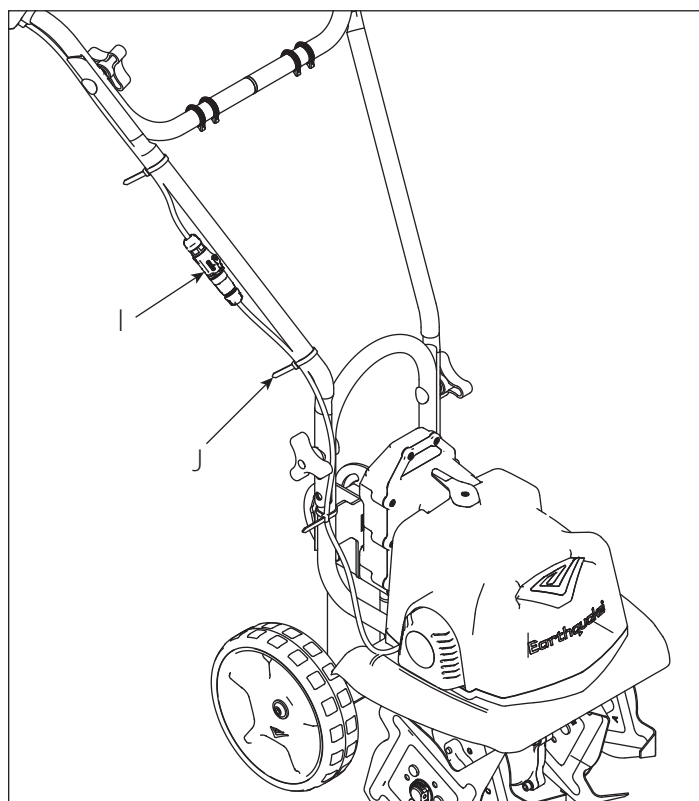

Figure 3
5. La machine est fournie avec quatre clips de dents de rechange (H). Ils peuvent être placés dans les quatre trous des poignées de guidon.
6. Raccorder le câble de commande de la poignée de guidon au câble du bloc moteur au moyen des connecteurs (I) de chacun des câbles. Utiliser trois attaches en plastique (J) pour sécuriser le câble le long du guidon. **VOIR FIGURE 3**